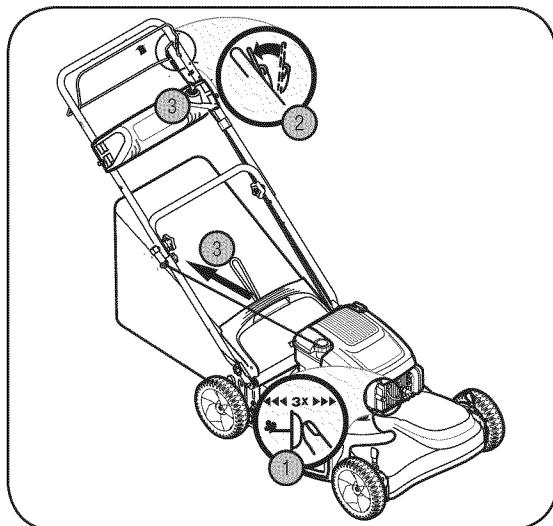

Figura 4-2: Poner en marcha la podadora.
1. Oprima el cebador (De ser equipado) tres veces. Espere aproximadamente dos segundos entre cada empuje, Figura 4-2. En temperaturas de aprox. 55°F o inferiores, cebé cinco veces. No cebé el motor caliente para reiniciarlo después de una detención breve.
2. Colóquese detrás de la podadora, apriete el control de la cuchilla contra la manija superior, Figura 4-2.
3. **Arrancador de retroceso:** Sostenga la manija del arrancador de retroceso y tire de la cuerda con un golpe rápido, continuo y con todo el brazo, Figura 4-2. Si se sostiene con firmeza la manija del arrancador, la cuerda se rebobina lentamente. Repita hasta que el motor esté en marcha. Deje que la cuerda se vuelva a enrollar lentamente.
Arrancador eléctrico (De ser equipado): Gire la llave de encendido a la derecha para poner en marcha el motor, Figura 4-2. Suelte la llave una vez que el motor se ha puesto en marcha.